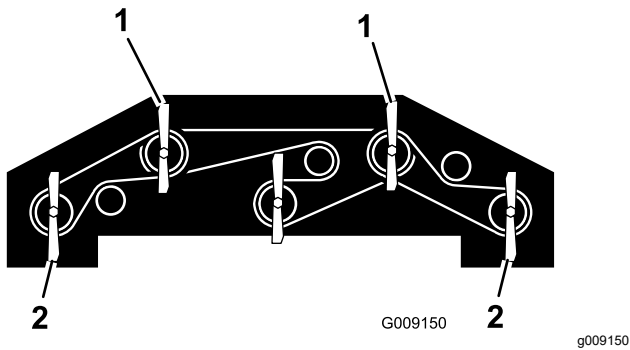

Bild 138
- Drehen Sie jedes so, dass es geradeaus weist (Bild 138).